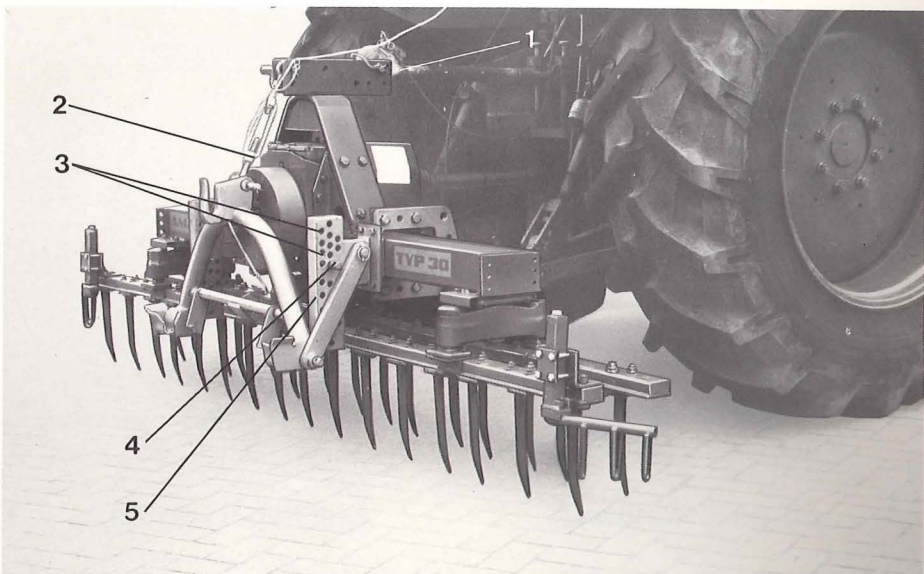

Fig. 9
3.6.3 Pendulharven og specielt såmaskinen skal monteres vandret bag traktoren. Pendulharven bringes i vandret stilling ved justering af topstangen (fig. 9/1), og radsåmaskinen ved at dreje på spændeskruen (fig. 9/2).
3.6.4 Hulrækkerne i den lodrette afgrænsningsstolpe (fig. 9/3) har følgende betydning: Ved indsætning af 2 bolte (een i hver side – fig. 9/4) over den underste styrestang kan pendulharvens dybdegang indstilles efter ønske. Pendulharven støttes herved den efterfølgende radsåmaskine.
Nedenunder styrestangen, er der i forbindelse med hurtigkobleren, ikke behov for nogen bolte, da hurtigkobleren selv ligger direkte an mod afgrænsningsstolpen (fig. 9/5) når der løftes.